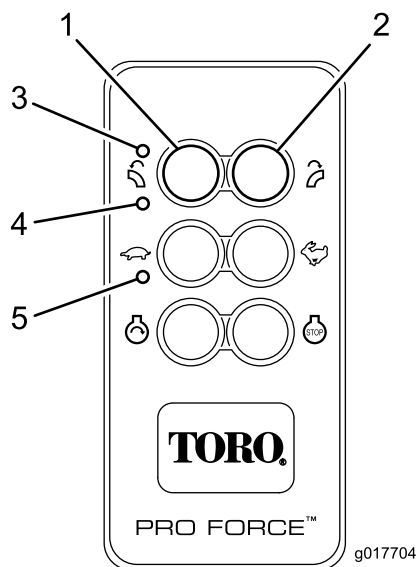

Figura 11
El control remoto se activa (se enciende) al pulsar cualquier botón. Los LEDs TX y RX parpadean, indicando que el control remoto está activado y se está comunicando con la unidad base. Para conservar las pilas, el control remoto se mantiene activo durante unos tres (3) segundos antes de apagarse automáticamente, a menos que detecte la pulsación de un botón dentro del límite de tres segundos. Cuando el equipo se apaga después del tiempo de espera, se apagan todos los LED del control remoto (Figura 11). Pulse cualquier botón para reactivar el control remoto.